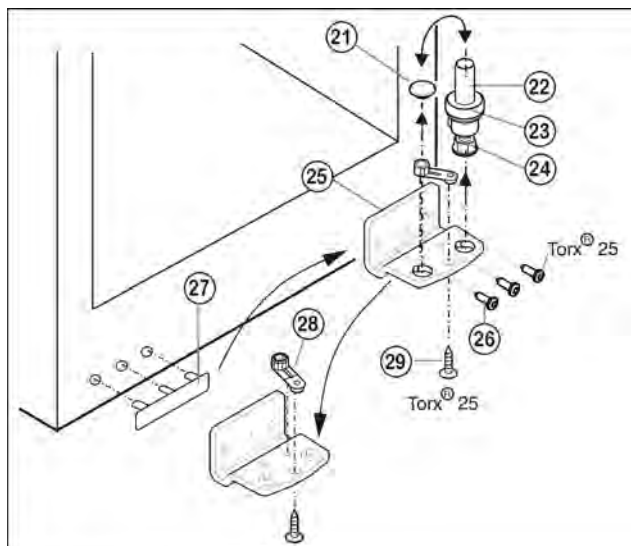

Fig. 5
- ▶ Зніміть, потягнувши догори, опорний гвинт Fig. 5 (22) у комплекті, разом з шайбою Fig. 5 (23) та установочною ніжкою Fig. 5 (24).
- ▶ Зніміть Fig. 5 (21) пробку.
- ▶ Відгвинтіть Fig. 5 (26) опорний кронштейн Fig. 5 (25).
- ▶ Відкрутіть Fig. 5 (29) опорну деталь Fig. 5 (28) і вставте в протилежний отвір опорного кронштейну, знову пригвинтіть.
- ▶ Обережно зніміть кришку з боку ручки Fig. 5 (27) і переставте на протилежний бік.
- ▶ Пригвинтіть опорний кронштейн Fig. 5 (25) на новий бік шарніра (**з моментом 4 Нм**). За потреби використовуйте викрутку з акумулятором.
- ▶ Знову вставте пробку Fig. 5 (21) в отвір, що залишився вільним.
- ▶ Встановіть на місце опорний гвинт Fig. 5 (22) у комплекті, разом з шайбою та установочною ніжкою. При цьому виступ фіксатора повинен бути спрямований назад.
- ▶ Встановіть дверцята згори на нижній опорний гвинт Fig. 5 (22).
- ▶ У разі необхідності за допомогою двох довгих отворів на опорному кронштейні знизу Fig. 5 (25) встановіть дверцята на одній осі з корпусом. Для цього викрутіть середній гвинт.